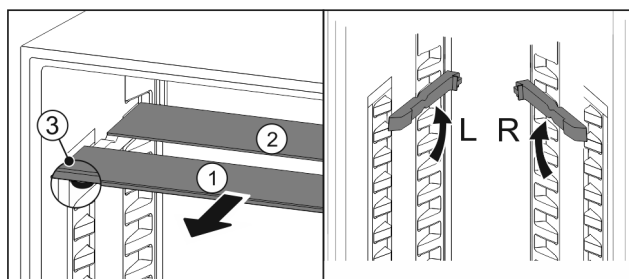

Fig. 81
- Retire las planchas de cristal individualmente hacia delante Fig. 81 (1).
- ▷ La placa de vidrio Fig. 81 (1) con moldura está situada delante.
- ▷ Los topes Fig. 81 (3) miran hacia abajo.